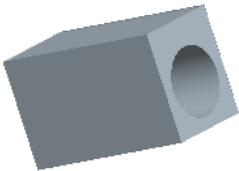
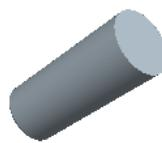

图 7.15 型腔
图 7.16 型芯
Step5. 在“体积块分割”操控板中单击 **体积块** 按钮，在“体积块”界面中单击 **1 体积块_1** 区域，此时模型中的其余部分变亮，如图 7.15 所示，然后在选中的区域中将名称改为 body_mold；在“体积块”界面中单击 **2 体积块_2** 区域，此时模型的型芯变亮，如图 7.16 所示，然后在选中的区域中将名称改为 core_mold。